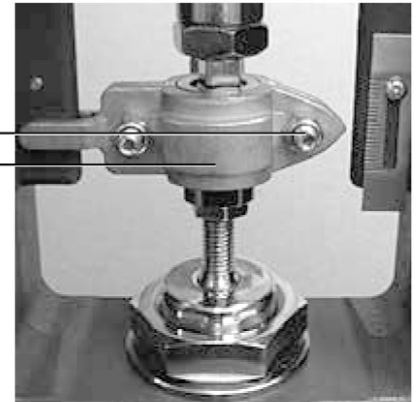

Fig. 15
- Appliquer juste assez de pression d'air pour ouvrir complètement la vanne (voir Fig. 15).